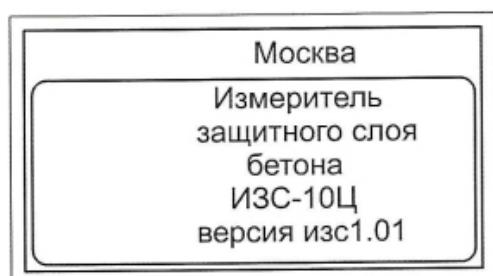

Рисунок 15. Заставка.
6.3. Для включения прибора нажать кнопку «», при этом на дисплее появится надпись, показанная на рисунке 14, удерживать кнопку «» до появления заставки, рисунок 15. После появления заставки отпустите кнопку «».
7.6. Для выключения прибора нажать и держать кнопку «ВКЛ/ВЫКЛ» до появления заставки рис.15.